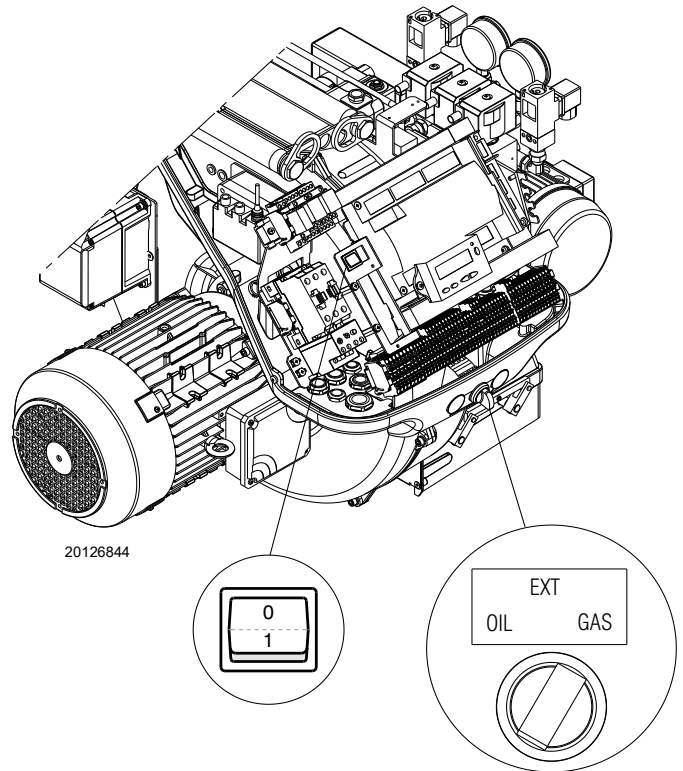

Abb. 40
- Schließen Sie die Thermostate/Druckwächter und bringen Sie den Schalter in Abb. 40 in Position "1"
- Positionieren Sie den Schalter auf "OIL" (Abb. 40) für den Heizölbetrieb und auf "GAS" für den Gasbetrieb.
- 1 mit dem Wahlschalter "OIL-EXT-GAS" (Abb. 40)